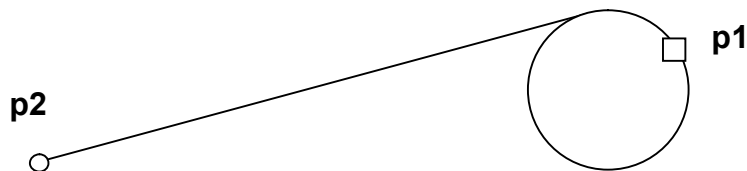

Рис. 1.11. Построение отрезка, касательного к окружности
**3) касательный отрезок через внешнюю точку:** а) указать графическим курсором кривую (точка **p1**), к которой должна быть проведена касательная прямая; б) указать графическим курсором точку **p2**, через которую проходит касательная прямая (рис. 1.11).